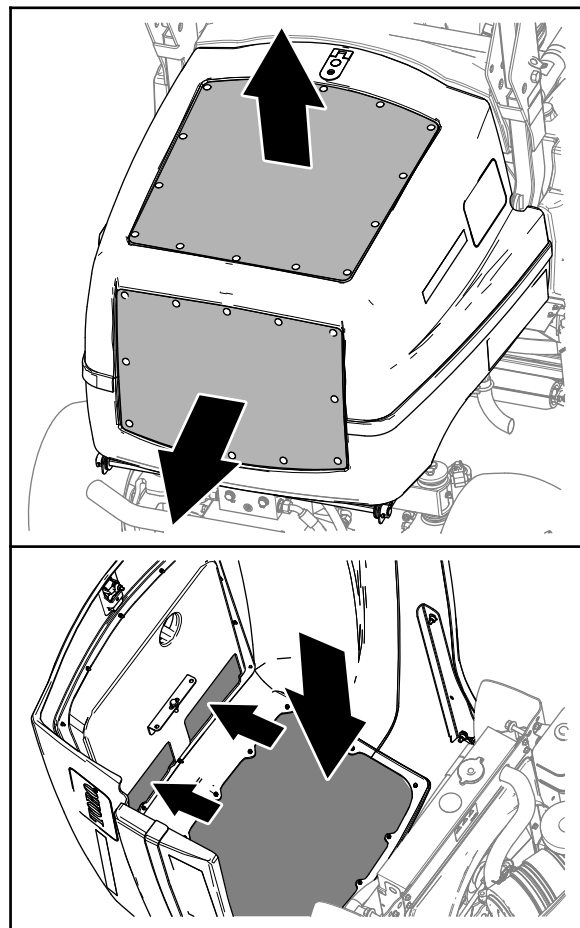

Bild 79
2. Reinigen Sie die Außenseiten der Gitter in der Motorhaube (Bild 79).
3. Entriegeln und öffnen Sie die Motorhaube (Bild 79).
4. Reinigen Sie die Innenseite der Gitter in der Motorhaube mit Druckluft (Bild 79).